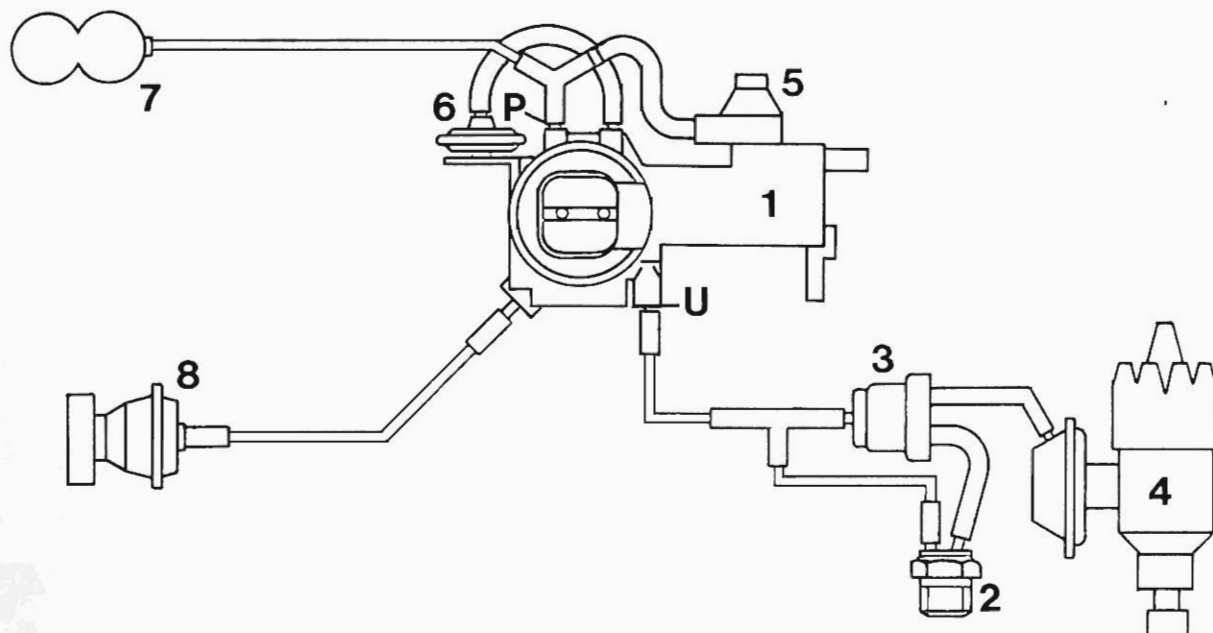

Bild 51
Anschluß (P) abziehen und Handunterdruckpumpe (5) anschließen. (siehe Bild 51)
Unterdruckleitungen gemäß Bild 51 anschließen.